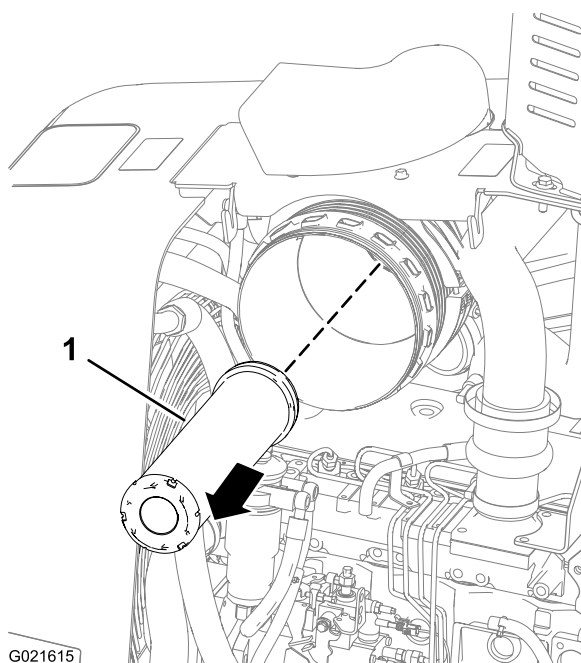

Figure 51
Tirez l'élément filtrant secondaire vers l'extérieur et sortez-le du boîtier du filtre à air. (Figure 51).
4. Insérez l'élément filtrant secondaire neuf dans le boîtier du filtre à air (Figure 51).